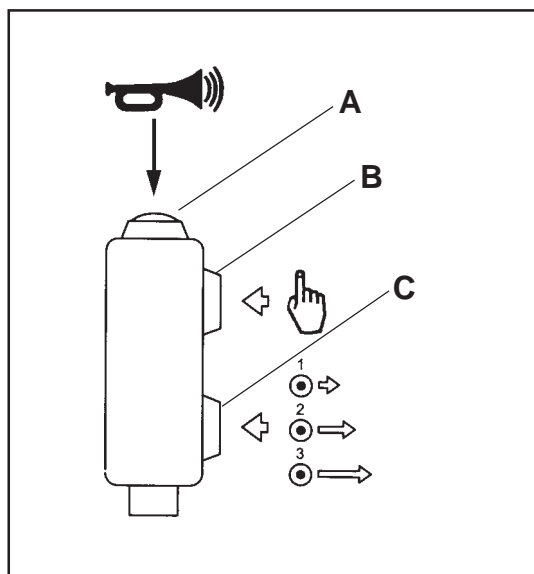

Figure 11
1. **Horn** : The horn is a red button located on the top of the joystick (figure 11, item A). **NOTE: The horn sounds continuously when pressed and intermittent and automatic in reverse.**
2. **One Touch**: The one touch button is a green button located on the upper front of the joystick (figure 11, item B). **NOTE: For more information about the one touch control see below.**
3. **Speed Selector**: The speed selector is a black button located on the lower front of the joystick (figure 11, item C).
1. **Avertisseur sonore**: L'avertisseur sonore est un bouton rouge situé au sommet du joystick (figure 11, élément A). **REMARQUE : L'avertisseur sonore émet un son continu lorsque le bouton correspondant est enfoncé et un son intermittent et automatique en marche arrière.**
3. **Sélecteur de vitesse**: Le sélecteur de vitesse est un bouton noir situé à l'avant et en bas du joystick (figure 11, élément C).